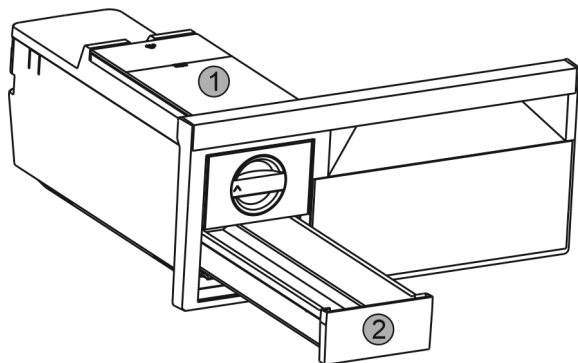

Fig. 69
- ▶ Wyjąć zbiornik wody Fig. 69 (1) i szufladę na kostki lodu Fig. 69 (2).